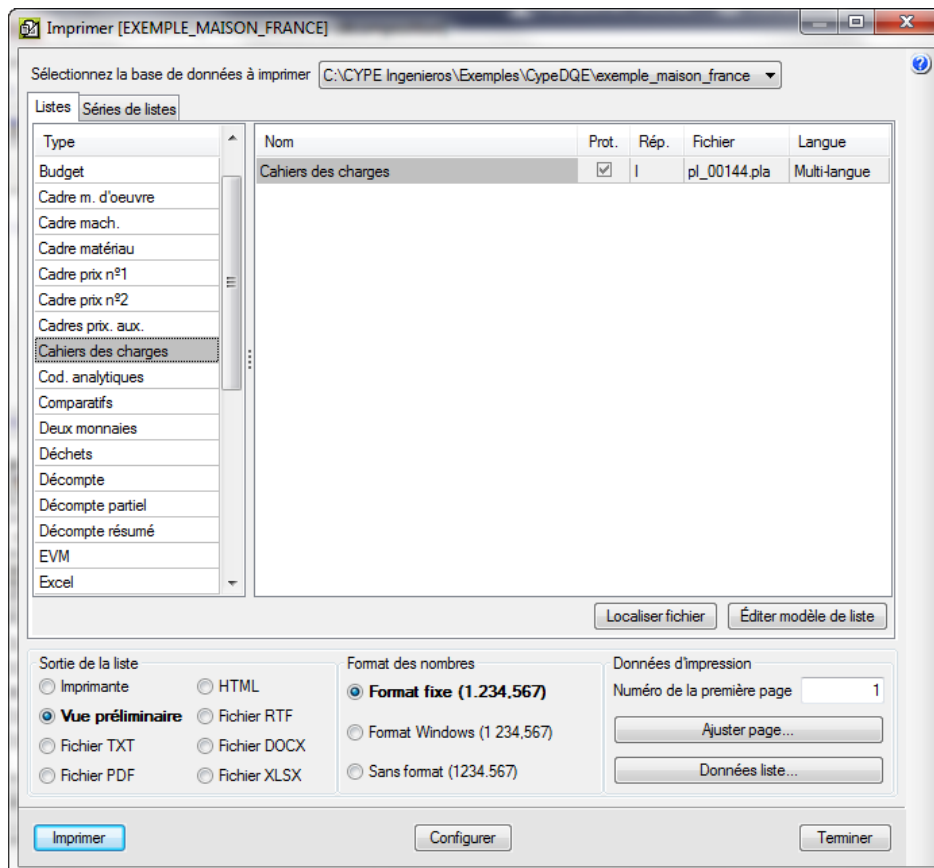

Fig. 5
Pour imprimer le cahier des charges techniques correspondant aux cahiers de type FIEBDC  en étant dans la fenêtre 'Arbre de décomposition', vous pouvez vous placer sur l'icône  ou  d'un concept et cliquez sur le bouton de la barre d'outils 'Imprimer la base de données actuelle'  ou utilisez l'option du menu 'Fichier' > 'Imprimer' > 'Imprimer liste...' et choisissez la liste 'Cahier des charges' Fig. 5.
- Celles qui sont imprimés depuis les plans de listes, option du menu 'Fichier' > 'Imprimer' > 'Imprimer liste...', boîte de dialogue 'Imprimer' Fig. 5.